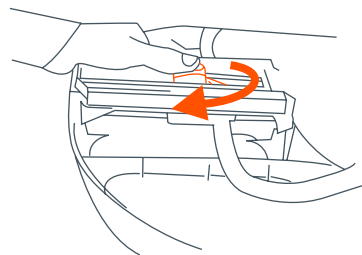

Fig. 2
- 2) • The baby walker can be used for 3 different heights. From underneath the front of the walker, turn the safety button right and slide vertically to adjust the height (Fig. 2).
- El andador puede utilizarse en 3 alturas diferentes. Desde debajo de la parte delantera del andador, gire el botón de seguridad a la derecha y deslice verticalmente para ajustar la altura (Fig. 2).